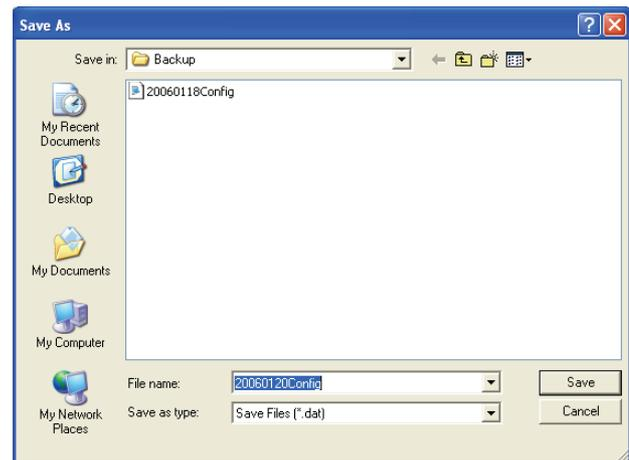

Abbildung 8.23: Fenster "Save configuration file as"
- 1 Klicken Sie vom Hauptmenü auf die Schaltfläche Save configuration file. Daraufhin erscheint das folgende Fenster (siehe Abbildung 8.23).
Der vorgegebene Dateiname richtet sich nach dem auf der PC-Uhr eingestellten Datum (siehe Abbildung 8.23).